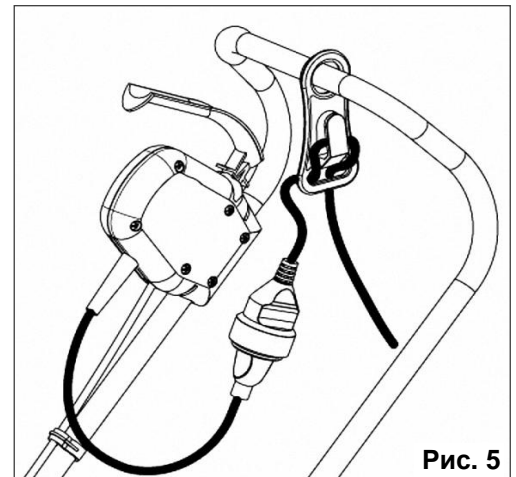

Рис. 5
- Пропустите шнур удлинителя петлей сквозь проушину в держателе кабеля (См. Рис.5).
- Подключите сетевой шнур культиватора к удлинителю (См. Рис.5), а удлинитель к однофазной сети питания ~220 В / 50 Гц.